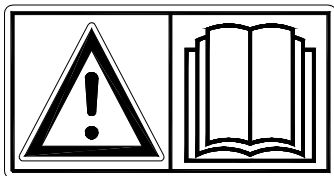

Fig. 1
**Lire et comprendre** (Fig. 1) le manuel avant la première mise en service de la Verti-Groom. Si la machine n'est pas utilisée conformément aux instructions de ce manuel, il y aura risque d'accident corporel et/ou d'endommagement du Verti-Groom.